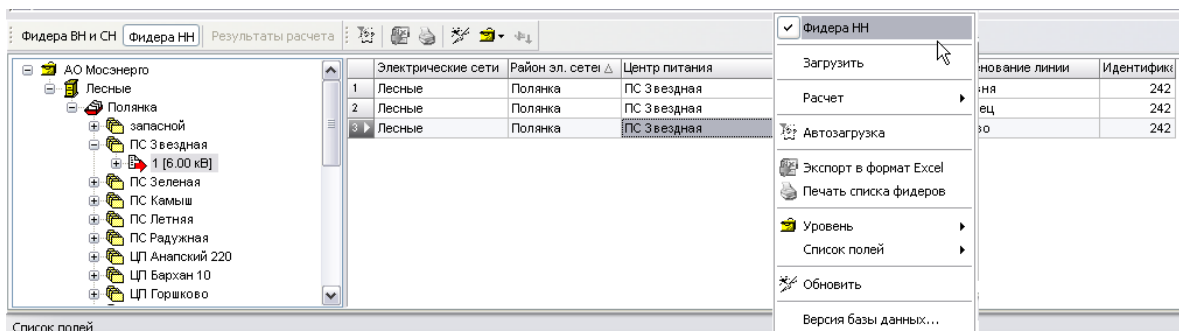

Рис. 3.3. Нижняя панель инструментов: отображение списка фидеров 0,38 кВ
Для отображения списка линий 0,38 кВ необходимо выбрать *Фидера НН* в нижней панели инструментов или в контекстном меню щелкнув правой клавишей мыши на списке линий 6(10) — 220 кВ (рис. 3.3). При выделении уровня ТП 6(10) кВ в иерархическом дереве системы справа откроется список линий 0,38 кВ, отходящих от него.